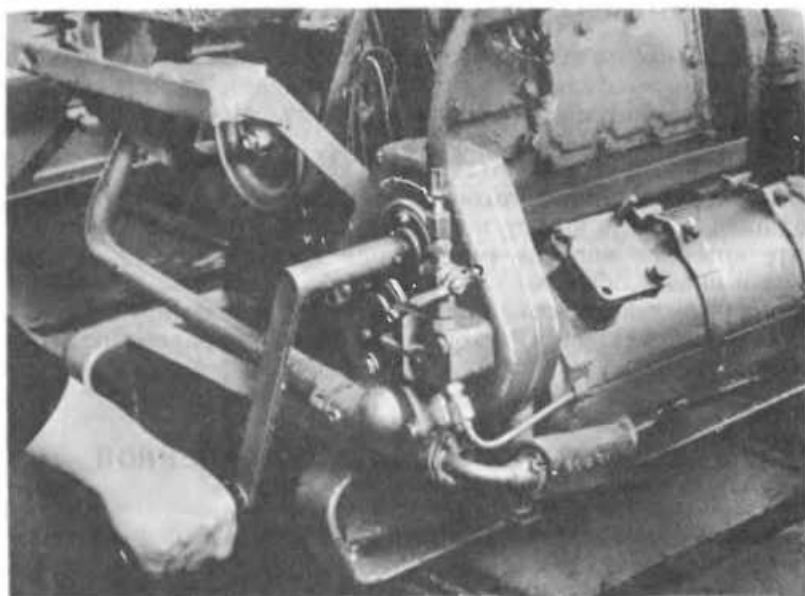

Рис. 116. Пуск и работа подогревателя
3. Не выключая свечей, начните проворачивание вала подогревателя с помощью рукоятки до воспламенения топлива в горелке (рис. 116).